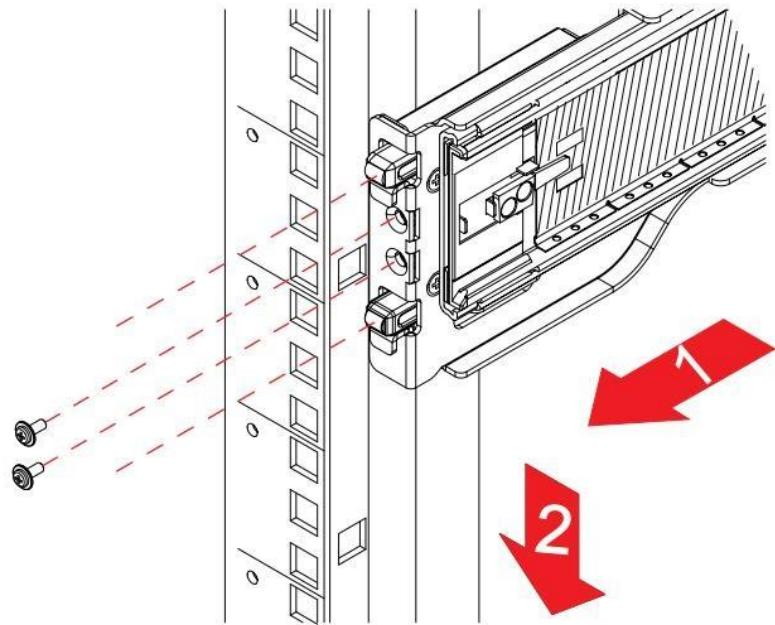

Рисунок 151. Крепление кронштейна рельса на стойке
3. Установите и закрепите передний конец рельса в монтажный шкаф, как показано на **Рисунок 151. Крепление кронштейна рельса на стойке**